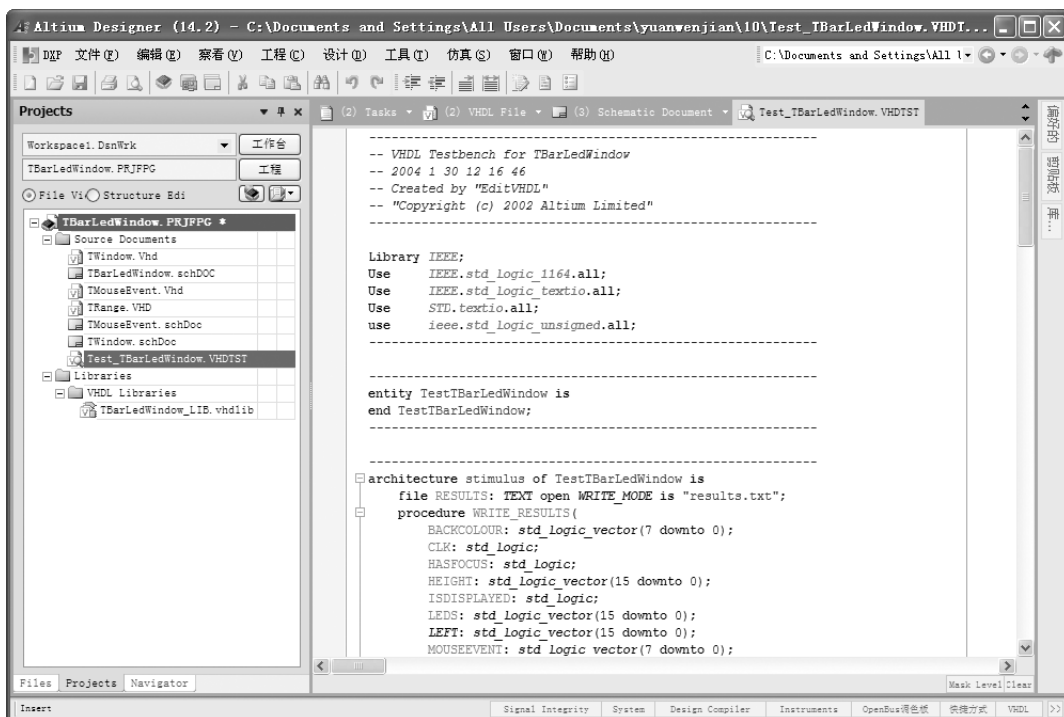

图 14-18 VHDL 测试文件
- 3) 在创建测试文件的同时，系统进入 VHDL 文本编辑环境中，在该环境中输入编辑测试程序代码，如图 14-18 所示。